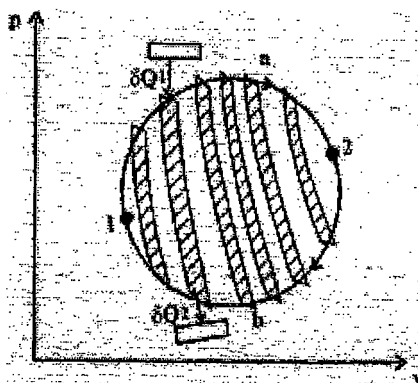

Figura 8.2
Para el estudio de la *entropía*¹, vamos a suponer un sistema que describe un ciclo reversible; tal que ese ciclo reversible está formado por dos transformaciones 1 a 2 + 2 b 1 (Figura 8.2); y vamos a aplicar la ecuación (4) de la *Desigualdad de Clausius* a esta transformación reversible.